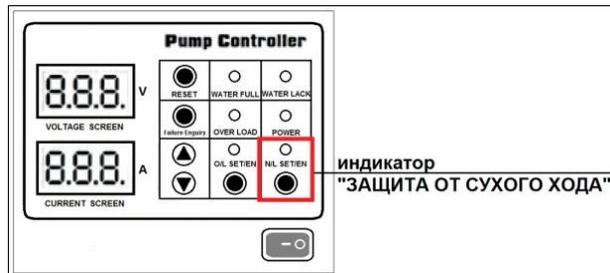

Рис. 9
- Нажать кнопку **N/L SET/EN** (рис. 9)